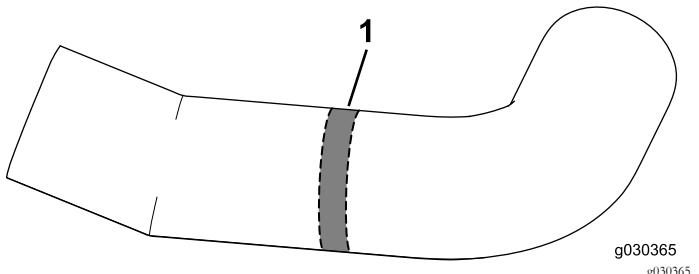

Figure 30
- Coupez une section de 13 mm du flexible, comme montré à la Figure 30.